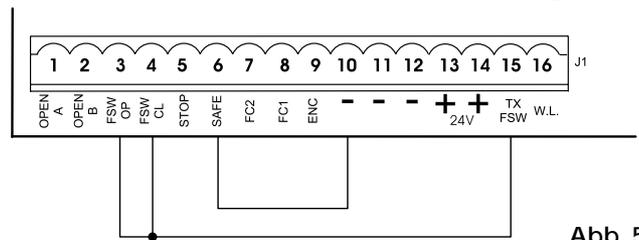

Abb. 5
**Anmerkung:** werden keine Sicherheitsvorrichtungen eingesetzt, so sind die Klemmen zu überbrücken, wie in Abb. 5 angegeben.
**Anmerkung:** werden keine Sicherheitsvorrichtungen beim Öffnungsvorgang angeschlossen, so sind die Eingänge **FSW OP** und **-TX FSW mit Überbrückungsklemmen zu versehen** (Abb. 5).
**Anmerkung:** werden keine Sicherheitsvorrichtungen beim Schließvorgang angeschlossen, so sind die Klemmen **FSW CL** und **-TX FSW mit Überbrückungsklemmen zu versehen** (Abb. 5).
**Anmerkung:** werden keine Sicherheitsvorrichtungen Leiste angeschlossen, so sind die Eingänge **SAFE** und **-** zu überbrücken. (Abb. 5).